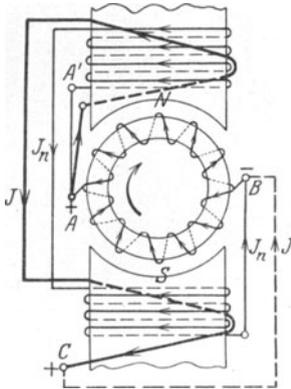

Abb. 98.
Weder die Hauptschluß- noch die Nebenschlußmaschine gibt bei Belastungsänderung konstante Klemmenspannung. Das Verhalten der Hauptschlußmaschine ist aus der U_k -Linie (Abb. 92) zu erkennen. Danach steigt zunächst die Spannung mit wachsender Belastung, um später wieder abzunehmen. Die Nebenschlußmaschine besitzt die größte Spannung bei Leerlauf. Mit wachsender Belastung nimmt die Spannung immer mehr ab¹. Will man eine Maschine haben, bei welcher die Spannung für alle Belastungen dieselbe bleibt, oder sogar mit wachsender Stromstärke noch steigt, so muß man dieselbe mit zwei Erregerwicklungen ausführen, einer Nebenschlußwicklung, die aus vielen Windungen dünnen Drahtes besteht und bei Leerlauf die gewünschte Spannung erzeugt, und einer Hauptstromwicklung, die vom Hauptstrom durchflossen wird und so berechnet ist, daß die durch sie erzeugte Durchflutung den Spannungsverlust und die Ankerrückwirkung (Gl 60) deckt. Diese Maschine heißt Doppelschlußmaschine (Abb. 98). Ihr Schaltschema ist in Abb. 98 a bzw. 99 dargestellt. Die Maschine erregt sich, denn bei Rechtsdrehung des Ankers
wird der remanente Magnetismus verstärkt. Anstatt in Abb. 98 A' mit der Bürste A , kann man auch A' mit der Klemme C verbinden.
Abb. 98 a.
- der Widerstand der Hauptstromwicklung \overline{AC} (Abb. 98 bzw. 99),